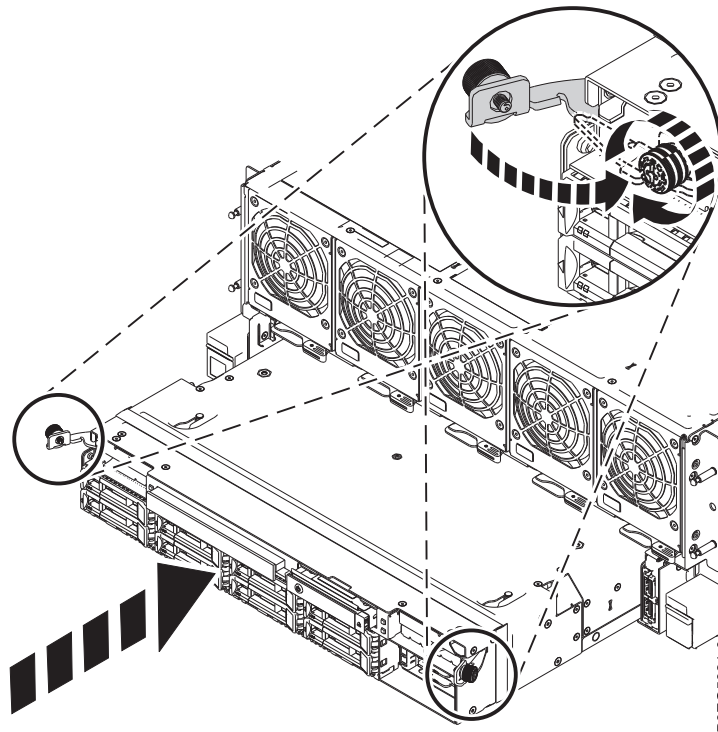

Abbildung 13. Plattenlaufwerksrückwandplatte an der Vorderseite des Systemchassis wiedereinbauen
3. Drücken Sie die Verriegelungen nach unten und ziehen Sie die Rändelschrauben fest, wie in Abb. 13 gezeigt.